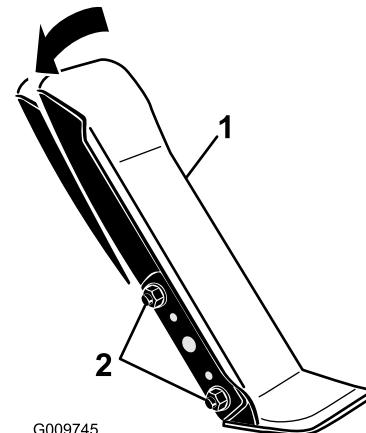

Figura 102
1. Allentare i 2 dadi e bulloni che fissano il lato sinistro del pedale di trazione alla staffa (Figura 102).
2. Incline il pedale nell'angolazione desiderata e stringete i dadi (Figura 102).